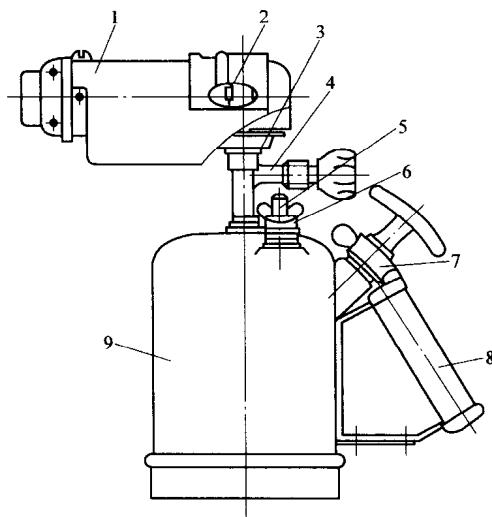

图1-7 喷灯
**6. 喷灯** 喷灯是利用喷射火焰对工件进行加热的工具，火焰温度可达到900℃以上，常用来焊接铅包电缆的铅包层、大截面连接处的搪锡，以及其他电连接表面的防氧化镀锡等，其外形结构如图1-7所示。